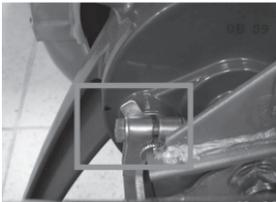

imagen 26. indicador de desgaste
3. Verificar que el indicador de desgaste no alcance la línea de desgaste. *Ver imagen 26.*